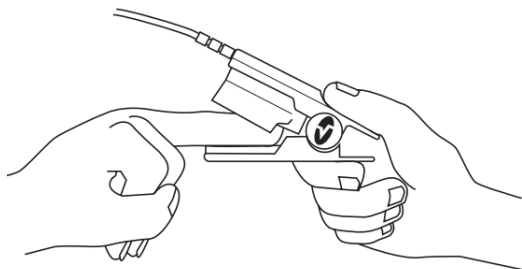

Fig. 15-1 Colocación sensor ADL/PED.
1. Consulte la Fig. 15-1. Abra el sensor oprimiendo las lengüetas con bisagra. Coloque el dedo seleccionado encima de la ventana del sensor RD SET DCI™ o RD SET DCI-P™. La parte más carnosa del dedo deberá cubrir la ventana del detector ubicada en la mitad inferior del sensor. La mitad superior del sensor se identifica por el cable. Si el sitio seleccionado es un dedo, la punta del dedo deberá tocar el tope elevado que se encuentra dentro del sensor. Si la uña está larga, puede extenderse sobre el tope del dedo y pasarlo.